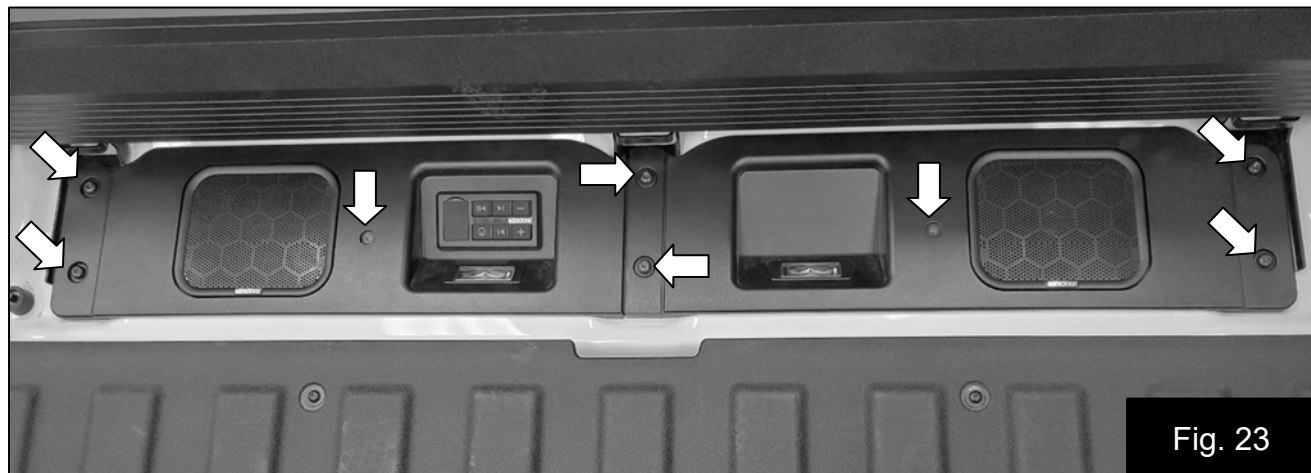

Fig. 23
34. Installez et serrez les deux vis fournies. **Ne serrez pas trop !** Fig. 23